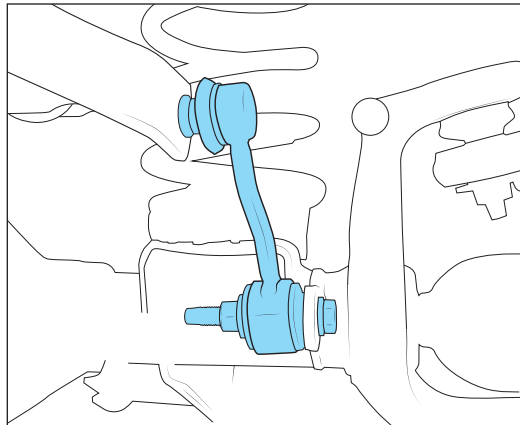

Abbildung 14
5. Entferne sowohl die Stabiarme als auch die Schrauben und behalte diese. Merke dir die Ausrichtung. (Abb. 14).
6. Entferne die Dämpfer und bewahre alle Befestigungselemente auf. (Abb. 14).